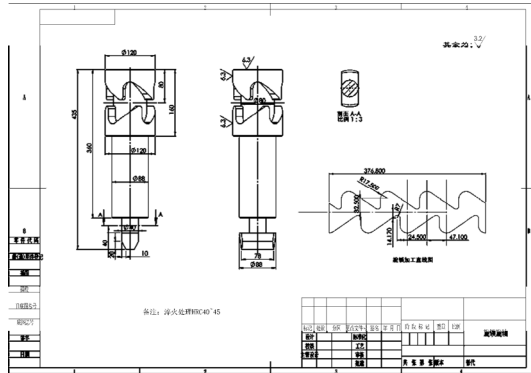

图 7-118 添加表面粗糙度符号
STEP 9 单击“注释”工具栏中的“表面粗糙度符号”按钮,为视图标注正确的粗糙度符号即可,效果如图 7-118 所示。